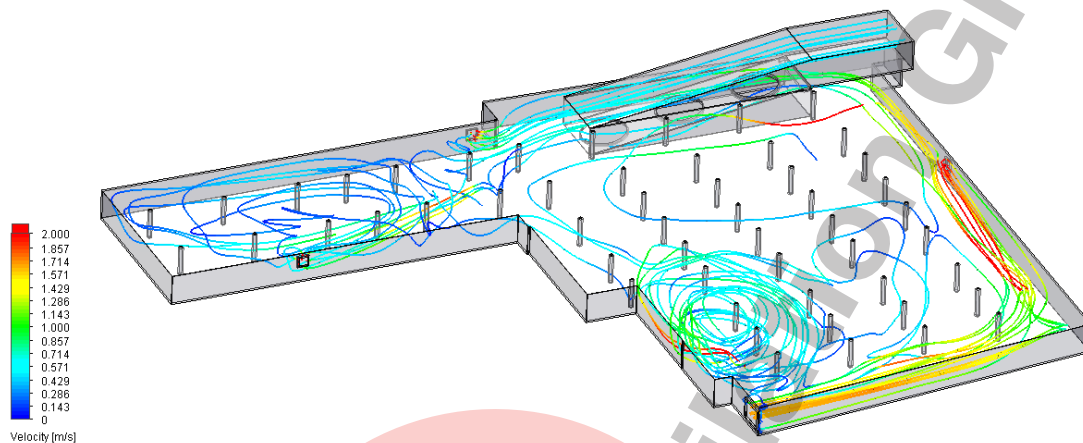
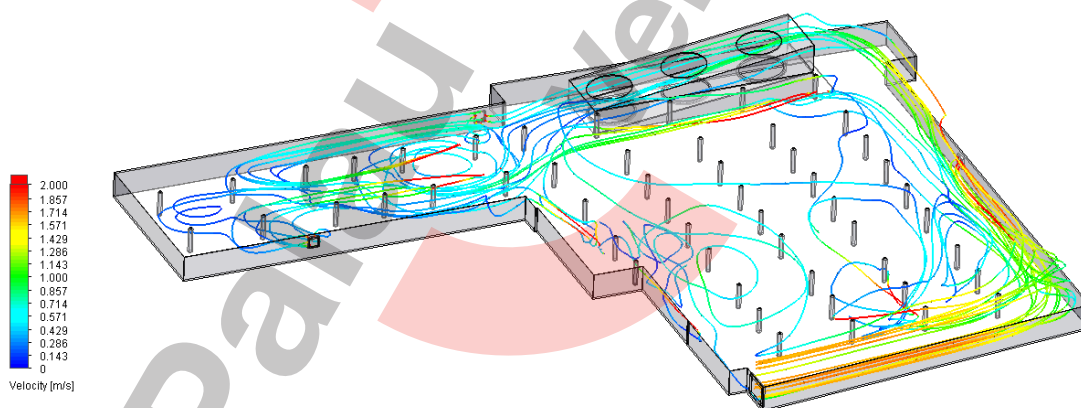
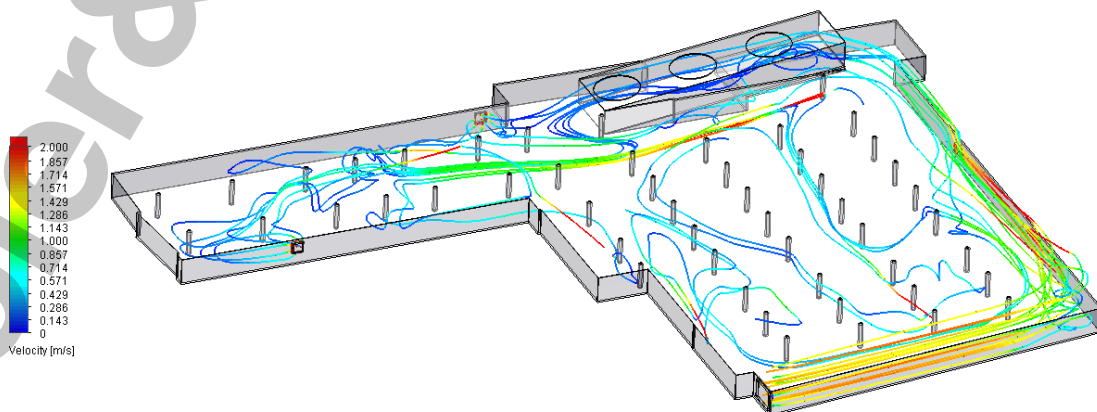

Figura 6-13. Líneas de corriente de velocidades (NPV) en el Sótano -1
Figura 6-14. Líneas de corriente de velocidades (NPV) en el Sótano -2
Figura 6-15. Líneas de corriente de velocidades (NPV) en el Sótano -3
- Finalmente, la Figura 6-13, la Figura 6-14 y la Figura 6-15 muestran las líneas de corriente de velocidad dirigiéndose hacia los puntos de extracción del Sótano, barriendo el aparcamiento también a lo largo de su sección vertical. Puede observarse la recirculación de forma más clara.